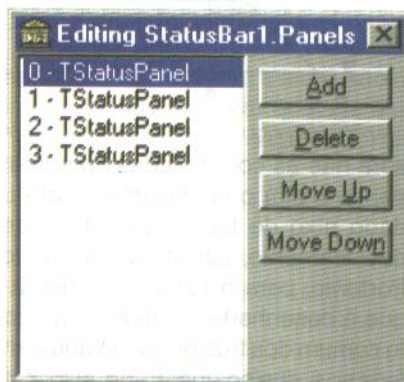

Fig. 2 - Editor de Painéis do StatusBar
- *Panels*: Acessa o editor de painéis do *StatusBar*. Veja fig. 2.